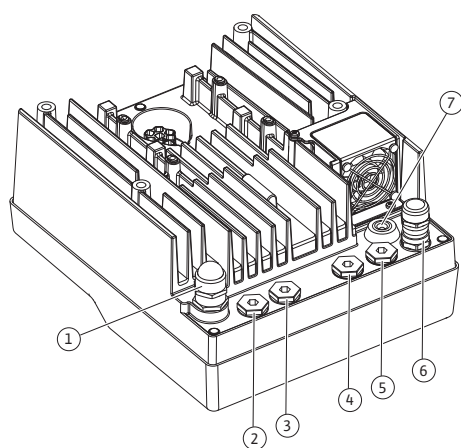

Fig. 19: Kabelschroefverbindingen/kabeldoorgangen
| Aansluiting                                                                                | Kabelschroefverbinding | KabeldoorgangFig. 19, pos. | Klemnr.                                |
| Aansluiting                                                                       | Kabelschroefverbinding | KabeldoorgangFig. 19, pos. | Klemnr.            |
4. Leid de aansluitkabel door de kabelschroefverbinding M25 (Fig. 19, pos. 1). Draai de kabelschroefverbinding met het voorgeschreven draaimoment vast.